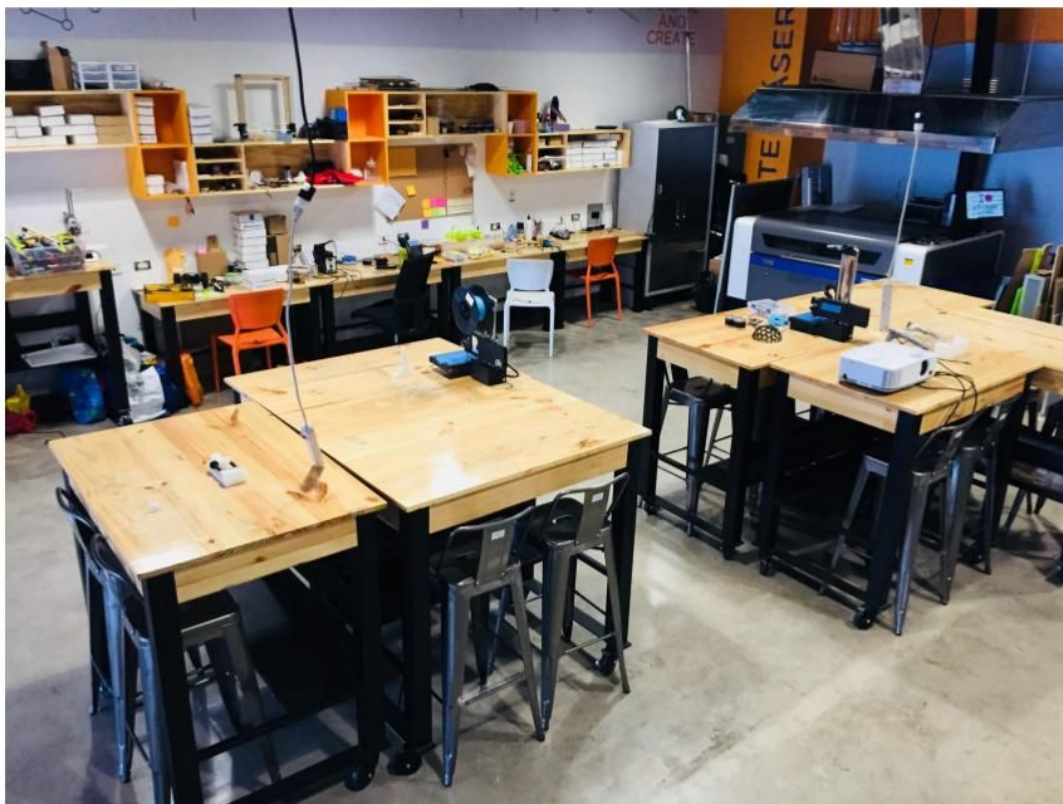

Figura 1. Laboratorio de Fabricación Inventoría de la Fundación Costa Rica para la Innovación
- La distribución puede variar. Los laboratorios Inventoría de la Fundación Costa Rica para la Innovación, utilizan una distribución con mesas de trabajo con ruedas, y mesas tipo escritorio en la periferia del espacio, con estaciones de trabajo algo más permanente (Figura 1).